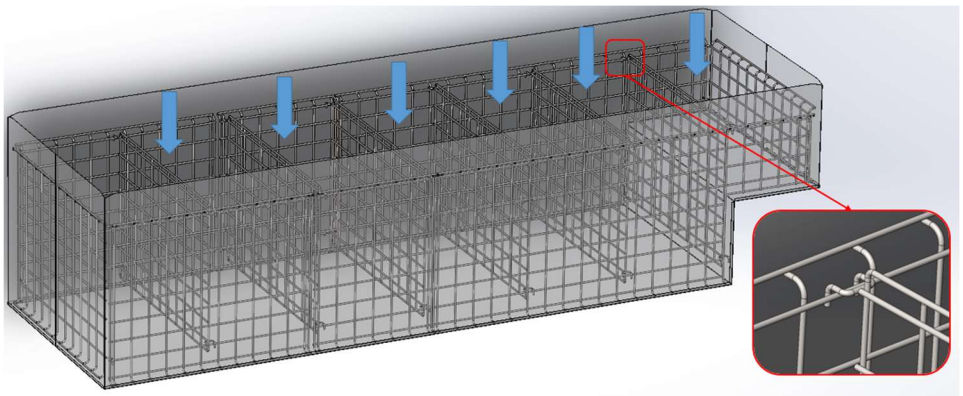

Рис. 4.1.3. Встановлення перегородок.
3. Встановлюємо перегородки, призначені для поділу внутрішнього простору. Конструкція дозволяє довільно регулювати ширину секцій особливо розкладки продукту (рис. 4.1.3).